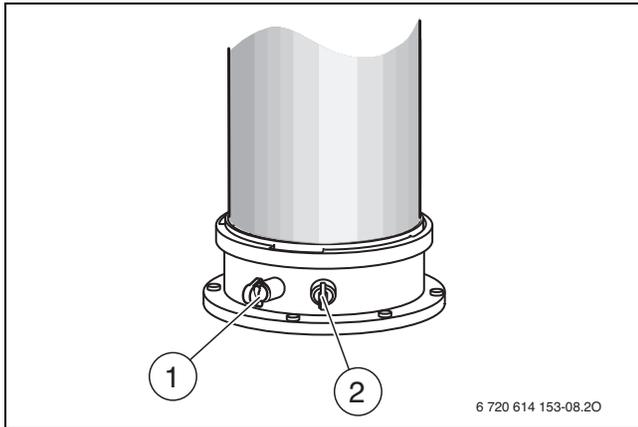

Fig. 97 Tubulure de mesure des fumées et de l'air de combustion
- ▶ Retirer le bouchon sur la tubulure de mesure de l'air de combustion (→ fig. 97, [2]).
- ▶ Retirer le bouchon de la tubulure de mesure des fumées (→ fig. 97, [1]).